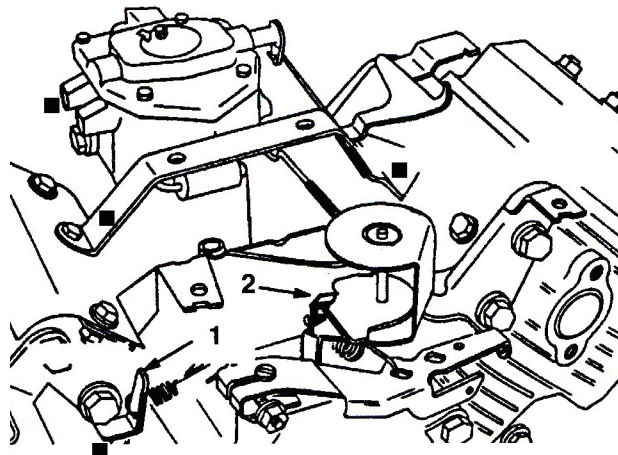

図38
3. 調速アイドル・スプリング・アンカーの耳 (図38) を曲げて 1625 ± 50 rpm に調整する。タコメータで速度を確認のこと。
5. スロットルコントロールをFAST 位置にする。高速アイドル・スプリング・アンカー (図38) の耳を曲げて 2850 ± 50 RPM. となるように調整する。